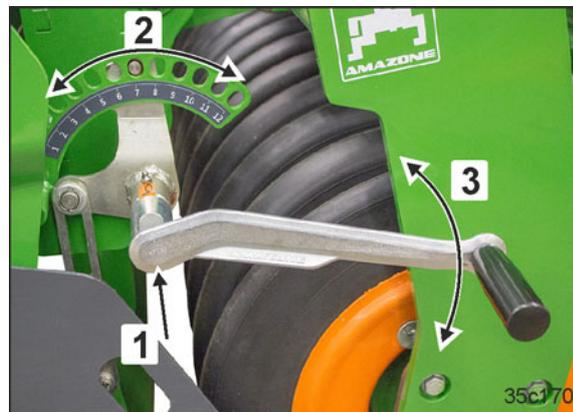

Fig. 129
1. Das Bedienwerkzeug aus der Parkposition entnehmen (Fig. 60/1, siehe Seite 78) und auf die Einstellvorrichtung stecken (Fig. 129/1).
Das Bedienwerkzeug (Fig. 129/3) vor dem Lösen der Verriegelung mit festem Griff in Position halten!
3. Durch Drehen (Fig. 129/2) des Bedienwerkzeugs die gewünschte Höhe des Planierbalkens einstellen (Fig. 129/3).